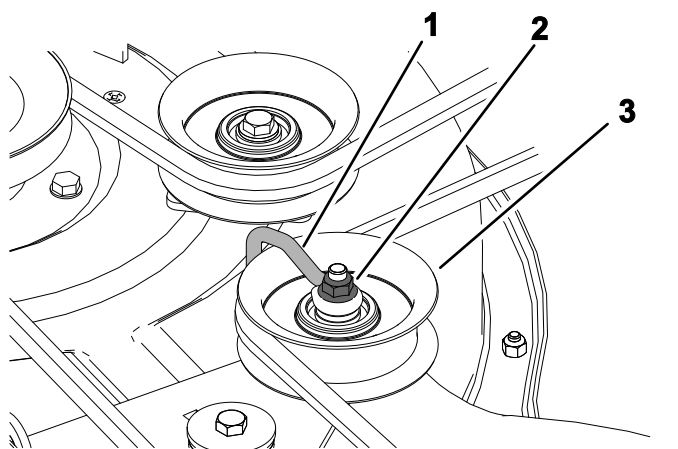

Figura 57
6. Carcasas troqueladas: afloje la tuerca que sujeta el soporte de alambre a la polea tensora (Figura 57).
Nota: Coloque el soporte de alambre contra el brazo tensor, tal y como se muestra en la Figura 57.